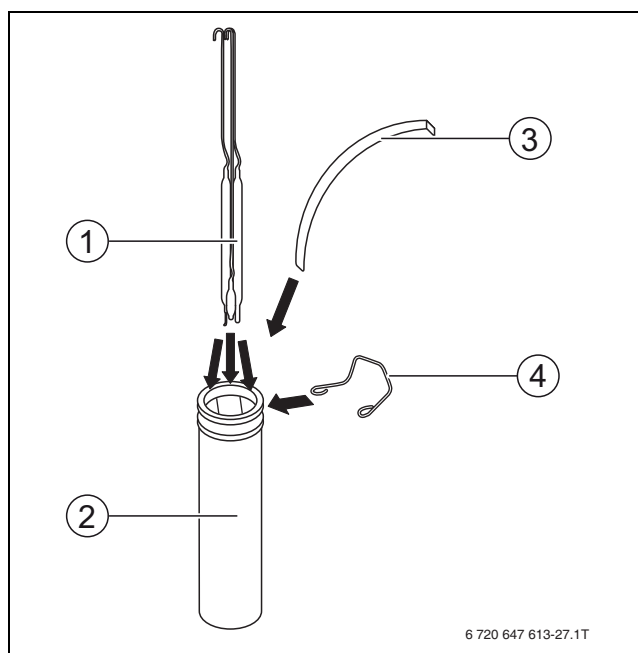

Fig. 18 Racordați senzorul de temperatură
- ▶ Împingeți senzorul de temperatură (→ Fig. 18, [1]) până la fundul tecii de imersie (→ Fig. 18, [2]).
- ▶ Presați senzorul de temperatură cu ajutorul unui resort de compensare (→ Fig. 18, [3]) de peretele tecii de imersie.
- ▶ Fixați senzorul de temperatură cu arcul cu clemă (→ Fig. 18, [4]).